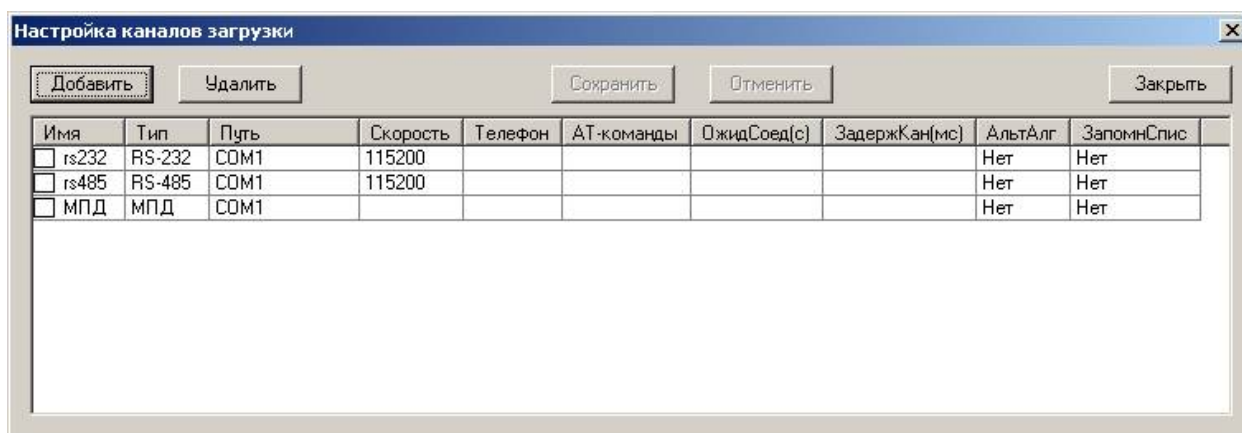

Рисунок 10-4
- нажмите на кнопку «Настроить каналы». На экране появится диалоговое окно настройки каналов загрузки (см. Рисунок 10-4);